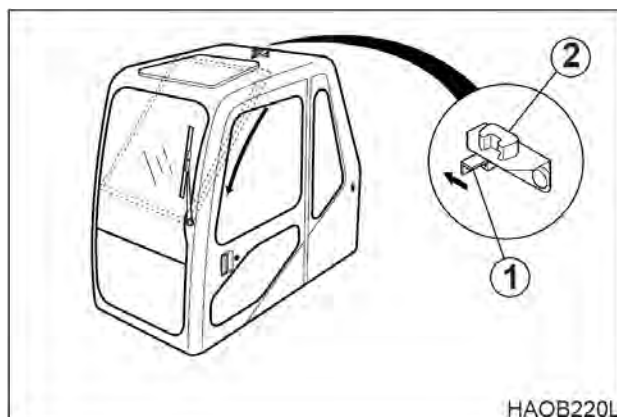

Рис. 97
4. Держа верхнюю ручку переднего окна правой рукой, нажать рычаг (1, рис. 97), по направлению стрелки, чтобы разблокировать задвижку (2).